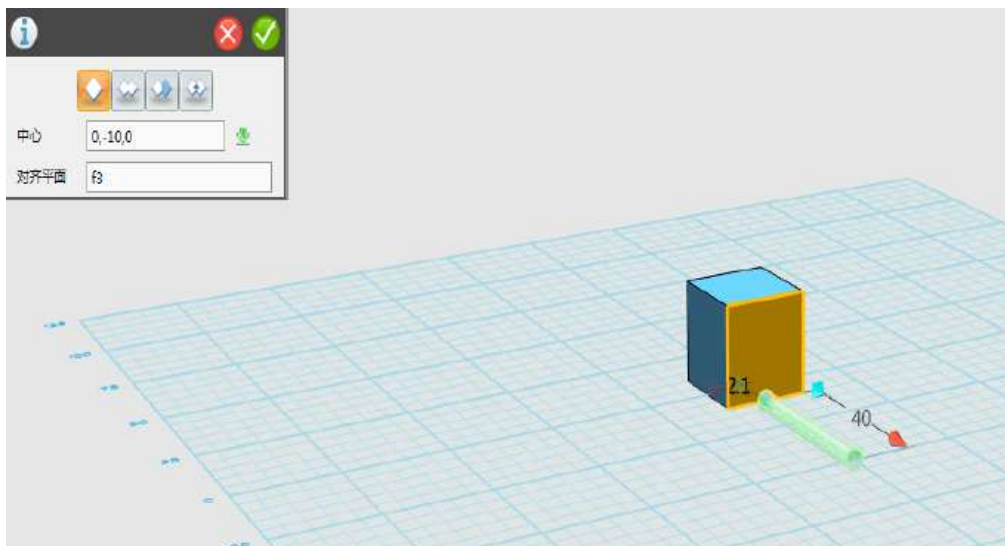

图 1-2
Step 2 点击“基本实体”，选择“圆柱体” 功能，创建一个圆柱体。圆心选择中心点，一定要选择“对齐平面”，使得圆柱体垂直于六面体。输入长度“40”，半径“2”，输入完之后，点击 确定，如下图 1-2 所示：